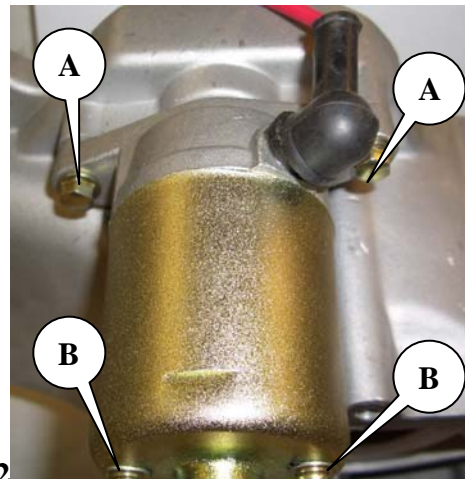

Abb.2
7. Zerlegen Sie den Startermotor. Entfernen Sie dazu die 2 Schrauben an der Stirnseite (**B** in Abb.2) und ziehen Sie den Motor auseinander (Abb.3). Prüfen Sie die Kohlebürsten **A**- ggf. ersetzen-, den Zustand der Permanentmagnete im Gehäuse **B** und den Zustand des Kollektors **C**. (Elektrische Prüfung siehe Kap. 7, Seite 79)